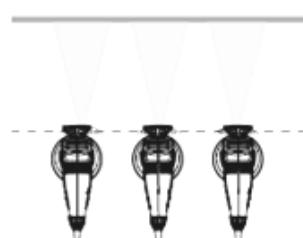

Рис.5
- Двигайтесь краскопульт рукой, а не запястьем. При этом расстояние между краскопультом и поверхностью должно оставаться постоянным на протяжении всей работы (Рис.5).